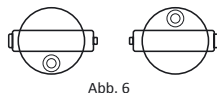

Abb. 6
- Spülen Sie die Libellenblase mit Hilfe der Fußschrauben ein. Drehen Sie das Fernrohr um 180° . Überprüfen Sie, ob die Libellenblase immer noch in der Mitte ist (Abb.6).